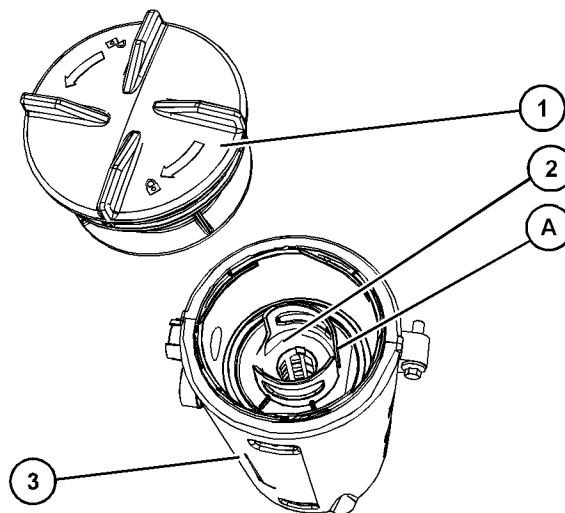

Abbildung 95
**Anmerkung:** Die Aussparung im Bereich (5) im oberen Deckel ermöglicht Zugriff auf die Dichtung.
- Die alte Dichtung (4) entfernen und neue Dichtung einsetzen.
- Neues Filterelement in das Entlüftergehäuse (3) installieren und das Filterelement auf die Position (A) ausrichten. Siehe Abbildung 95. Die Position (A) am Filterelement an Position (B) am Deckel ausrichten.